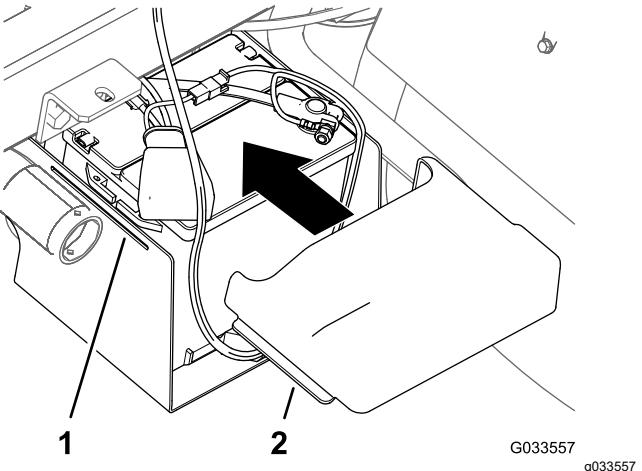

Figura 31
- Apriete los lados de la cubierta de la batería, alinee las pestañas de la cubierta con las ranuras de la base de la batería, y suelte la cubierta de la batería (Figura 31).